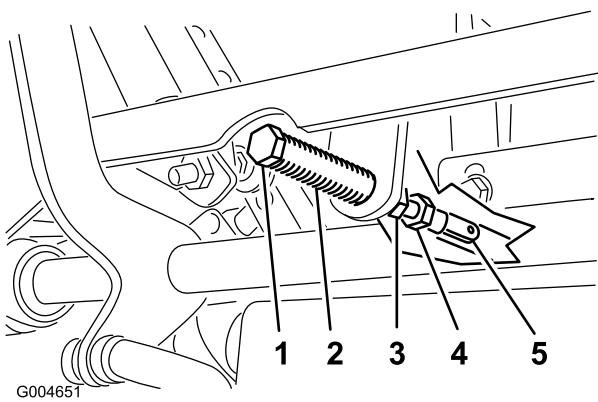

Bild 61
5. Ziehen Sie den Hebel zurück, bis der Lastösenbolzen (am Arm über der Gelenkwellen) das Schlitzende berührt (und soeben Druck auf die Feder ausübt) (Bild 61).
7. Sollte eine Einstellung erforderlich sein, lockern Sie die Mutter und die Klemmmutter gegen das Joch (Bild 61).
8. Drücken Sie den Fahrantriebshebel leicht nach hinten, drehen Sie den Kopf der Einstellschraube in die entsprechende Richtung, bis der Schalthebel in der Neutralsperrstellung zentriert ist (Bild 61).
9. Ziehen Sie die Mutter und die Klemmmutter an (Bild 61).
9. Ziehen Sie die Klemmmuttern an den Kugelgelenken fest (Bild 61).